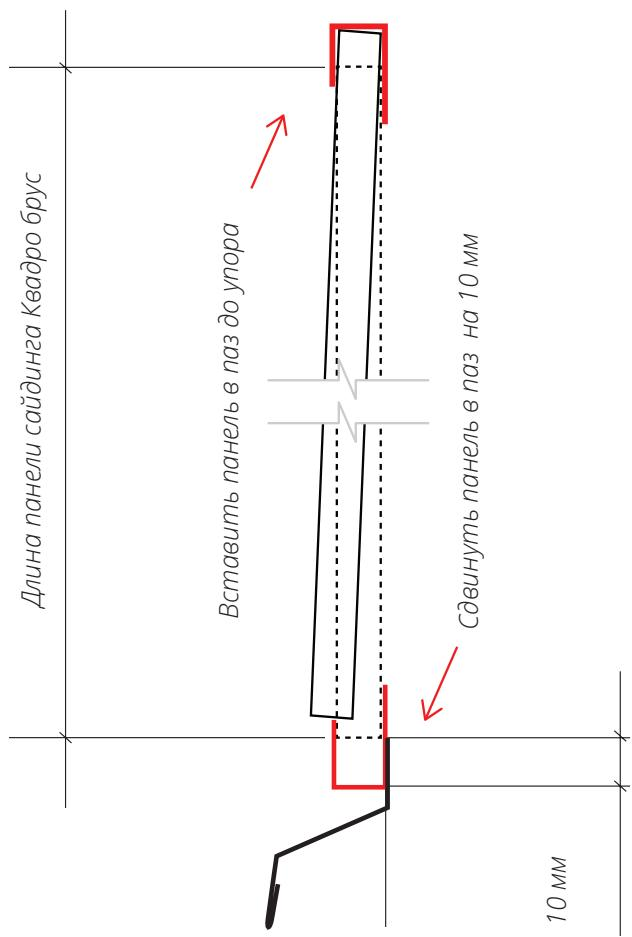

Рис. 22
- Подготовьте панели таким образом, чтобы, когда один край панели 3 заведен до упора в паз J-профиля 2 сверху, второй край можно было завести в паз J-профиля 1 снизу (рис. 22).